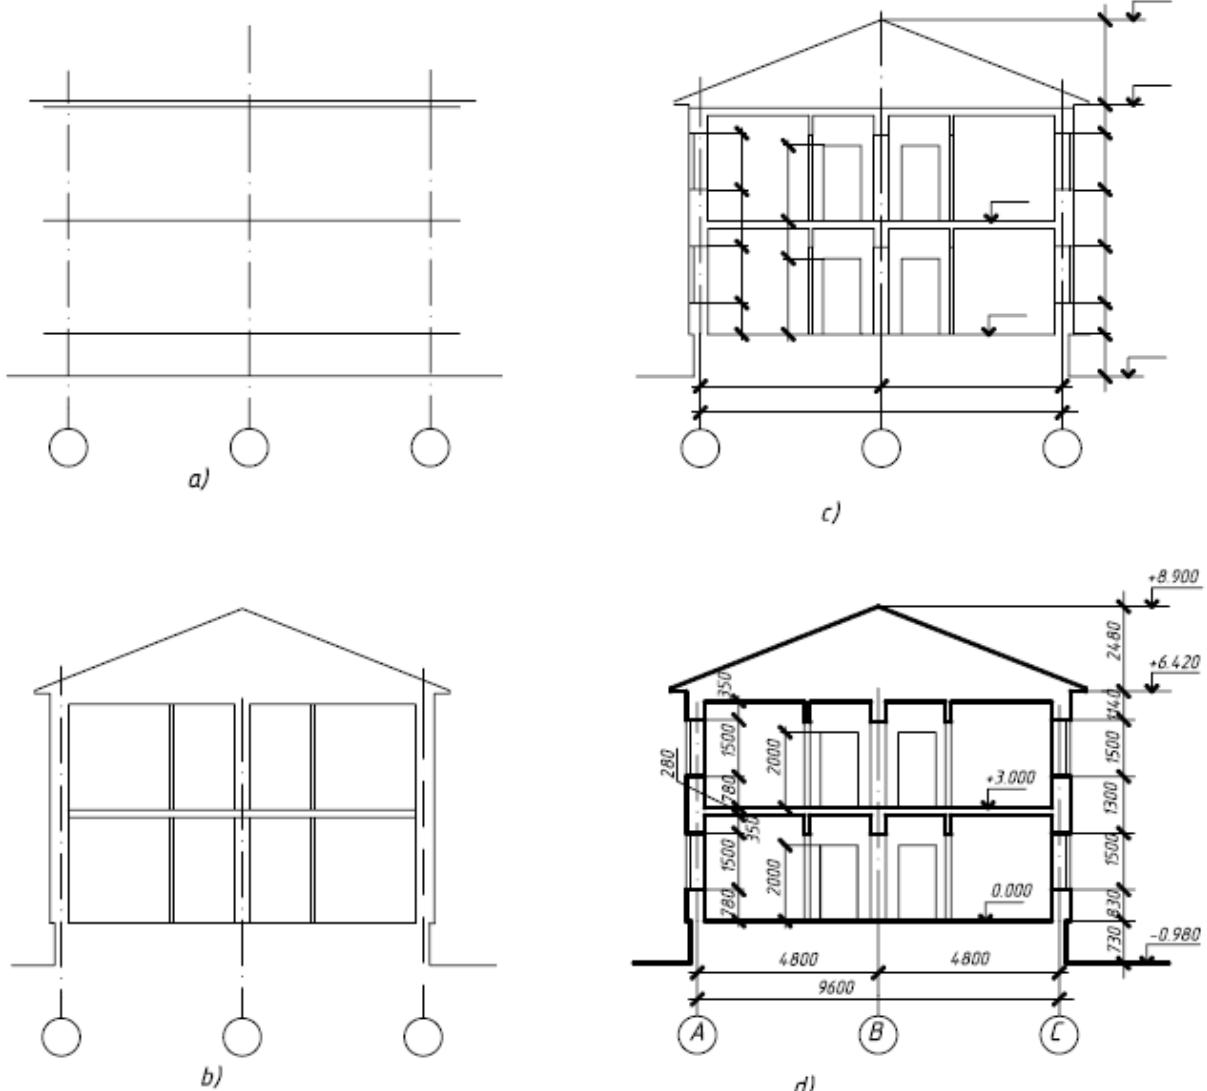

Рисунок 64 - Последовательность выполнения разреза здания
- 3.Практическую работу выполняйте следующим образом, рис. 64: